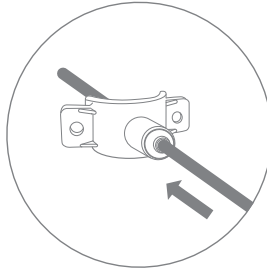

Рис. 16
3. Проденьте красную пластиковую трубку из комплекта поставки через штуцер хомута, чтобы она вышла с внутренней стороны хомута на 7...10 мм (рис. 16).